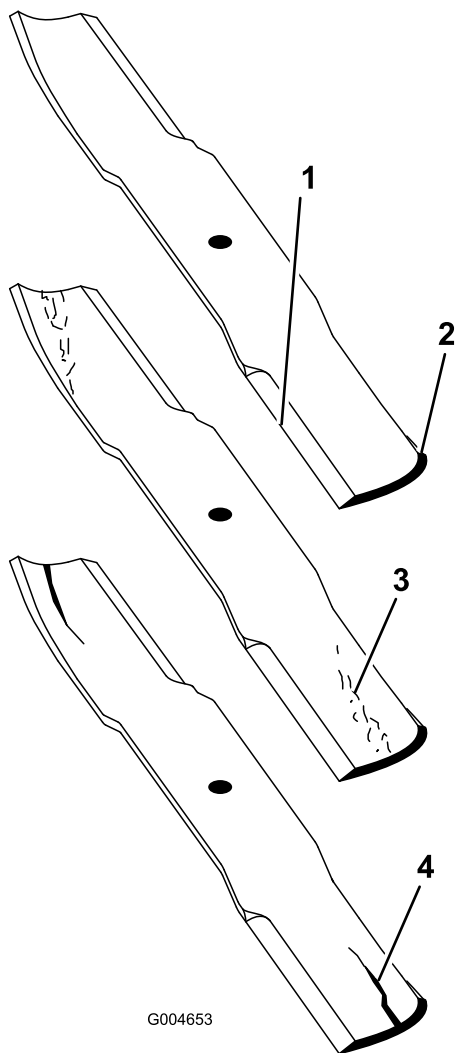

Figura 65
1. Inspeccione as extremidades de corte (Figura 65). Se as extremidades não estiverem afiadas ou estiverem amolgadas retire e afie as lâminas. Consulte Afiação das lâminas.
2. Inspeccione as lâminas, especialmente a área da aba (Figura 65). Se verificar quaisquer danos, desgaste, ou a formação de ranhuras nesta área (Figura 65), instale imediatamente uma lâmina nova.